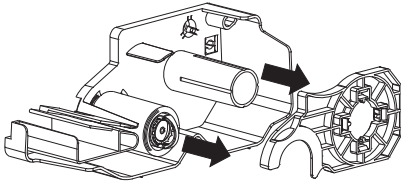

Fig.4
4) fig.4와 같이 픽업스풀어셈블리(Pick-Up Spool Assembly)와 페이퍼 가이드(Paper guide)를 카트리리지로부터 뺀다.